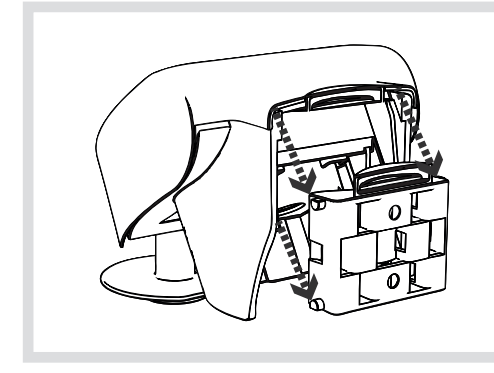

Bild 8: Montage auf Befestigung
- (10) Anschlussklemmen für Hilfsspannung
- (11) KNX-Busanschlussklemme
- (12) Steckverbinder für Niederschlagsensor in der Gehäuseabdeckung
- (13) Programmier-Taste und -LED
- (14) GPS-Antenne
- Abdeckung (8) auf das Gehäuse-Unterteil (3) auflegen und vorsichtig runterdrücken bis es hörbar einrastet.
- Die Wetterstation von oben in die montierte Befestigung schieben. Darauf achten, dass die Zapfen der Wand-/Mastbefestigung in den Führungen des Gehäuse-Unterteils hörbar einrasten (Bild 8).